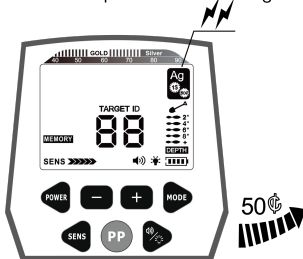

Fig.13
- d. Quando si esegue lo sweep della moneta d'argento da 50€, il rilevatore risponde, indicando che il rilevatore ha memorizzato la moneta d'argento da 50€. Quando si spazzolano gli altri cinque campioni, il rilevatore non risponde. (Vedere la Fig. 13, prendendo come esempio la moneta d'argento da 50€).